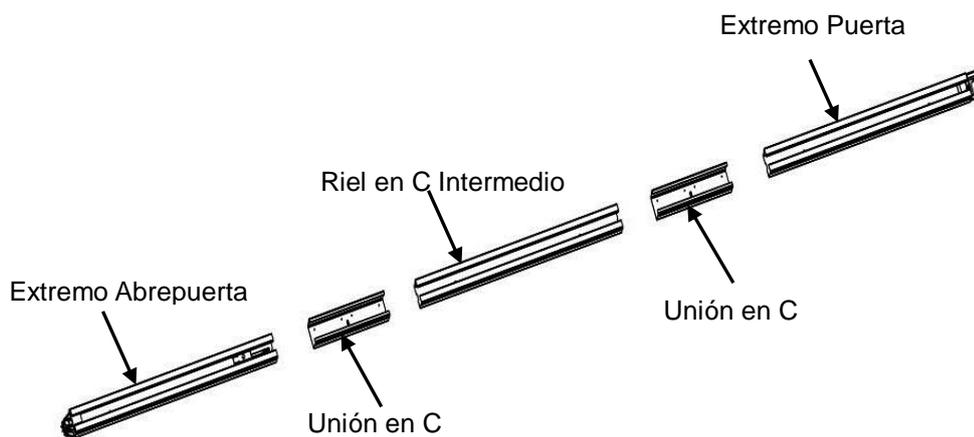

Fig. 8
2. Como en la Fig. 8, finalmente unir el extremo puerta de Riel C con la segunda unión en C.